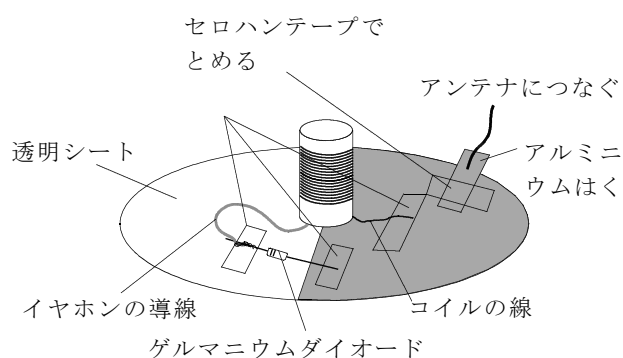

図5 ゲルマニウムラジオ
- 7 残ったイヤホンの導線をゲルマニウムダイオードの黒い線のついた側とつなぎ、ゲルマニウムダイオードの他方が透明シート上のアルミニウムはくに接続するようにセロハンテープで固定する（図5）。
- 8 残ったコイルのエナメル線を透明シート上のアルミニウムはくに貼る（図5）。